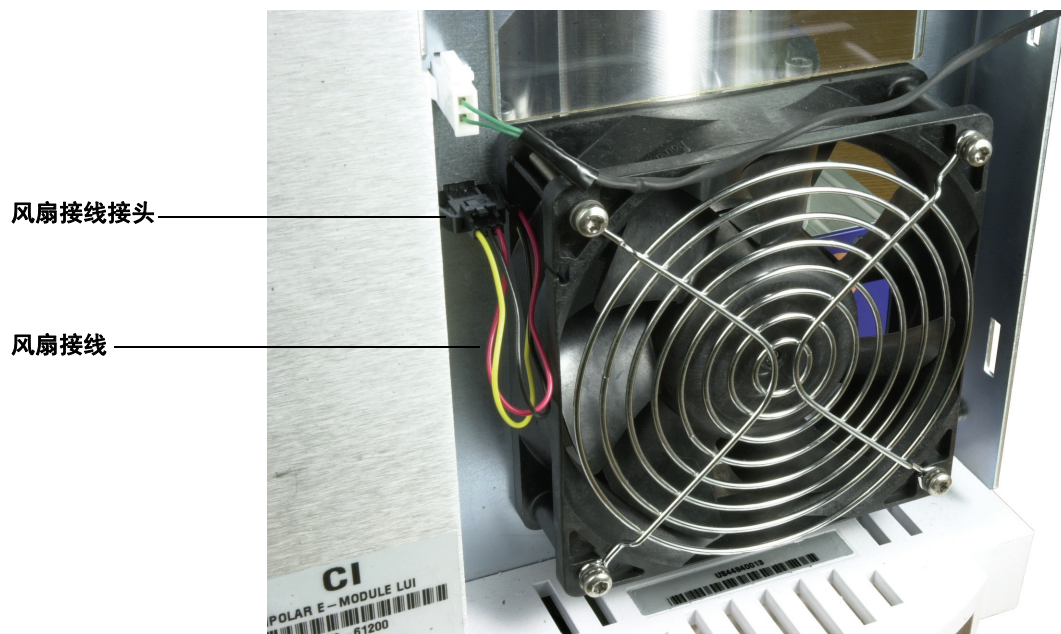

图 31 更换泵的风扇
- 3 从 MSD 机架上的接头中拔下风扇接线（图 31）。